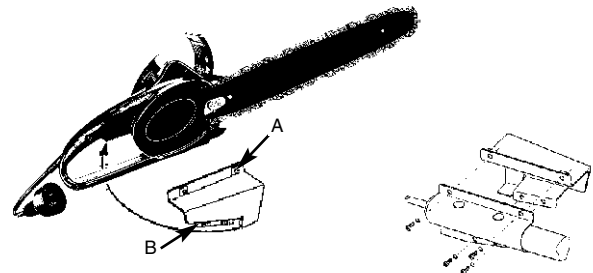

Fig.7
2. Faire glisser les pattes de fixation (A) par-dessus la poignée de la perche élagueuse, du côté droit (Voir Fig.7).
**REMARQUE:** la gâchette doit être enclenchée avant que les pattes de fixation soient placées sur la poignée. Appuyer sur le bouton de blocage et enclencher la gâchette. Tout en gardant la gâchette appuyée, placer la partie du support gâchette des pattes de fixation sous la gâchette et faire glisser la fixation sur la poignée de la perche élagueuse. La patte de fixation maintient la gâchette dans la position marche (ON).